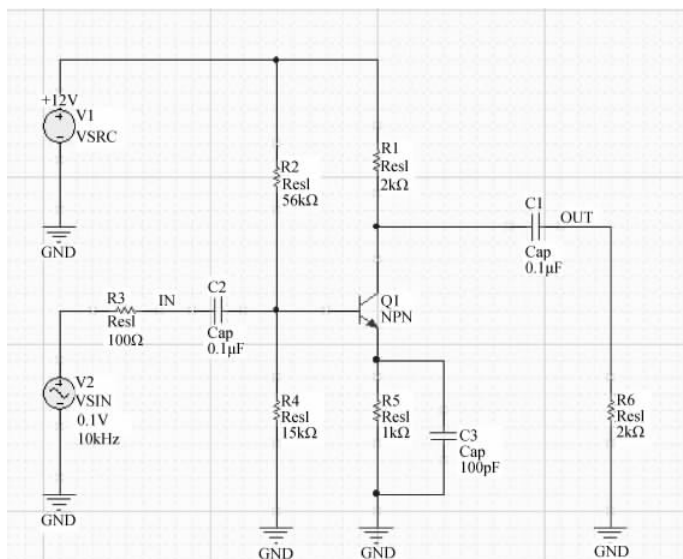

图 3-53 修改电路元件参数
① Amplitude: 0.1,并选中右侧的复选框。
② Frequency: 10kΩ,并选中右侧的复选框。
(7) 按照图 3-53 所示,将电阻和电容值改成相应的值。
(8) 为了观察方便,如图 3-53 所示,在放大器的输入和输出端分别放置名字为 IN 和 OUT 的网络标号。
- (1) 将图 3-53 中的 R4 的值改成 56K,重新执行傅里叶分析。